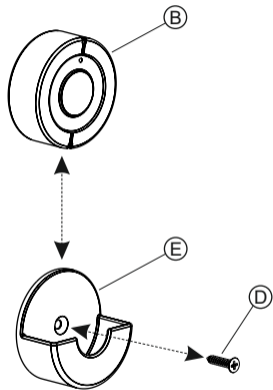

Fig.2
**INSTALLATION SUPPORT SP (fig. 2):**
- Fix the support for Call-me (E) using the supplied screw (D).
- Insert the transmitter (B) into the holder (E).
**INSTALLATIONS SUPPORT SP (abb.2):**
- Befestigen Sie die Unterstützung für Call-me (E) mit der mitgelieferten Schraube (D).
- Stecken Sie den Sender (B) in die Halterung (E).